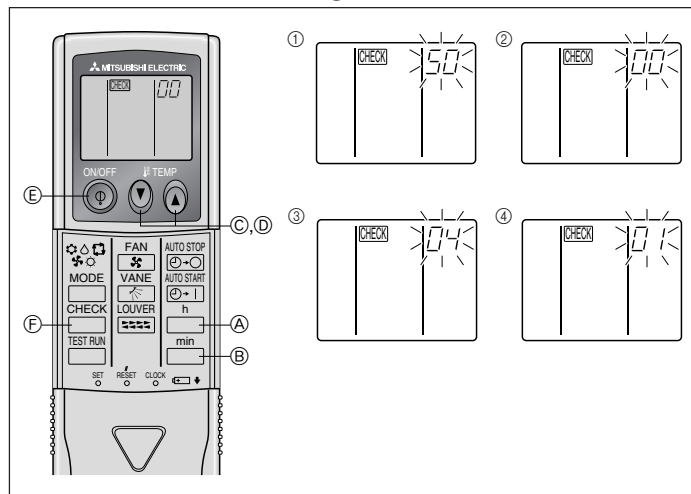

Fig. 6-9
2) Для беспроводного пульта дистанционного управления (Fig. 6-9)